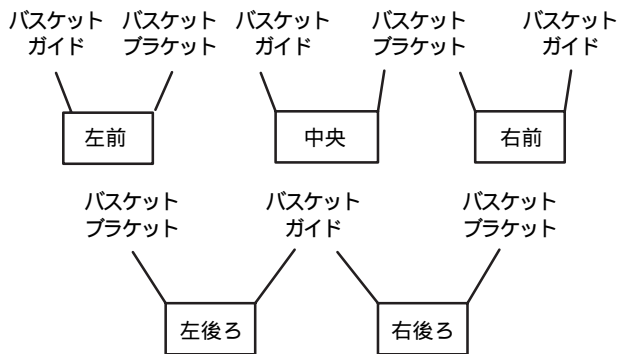
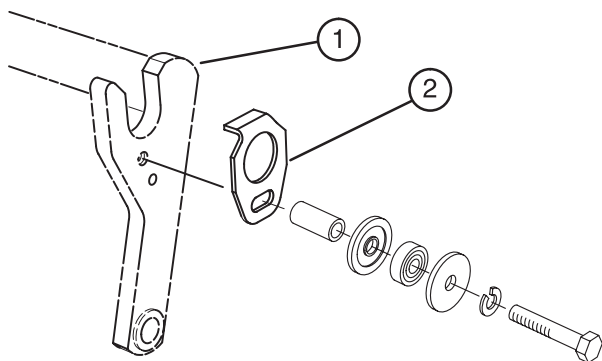
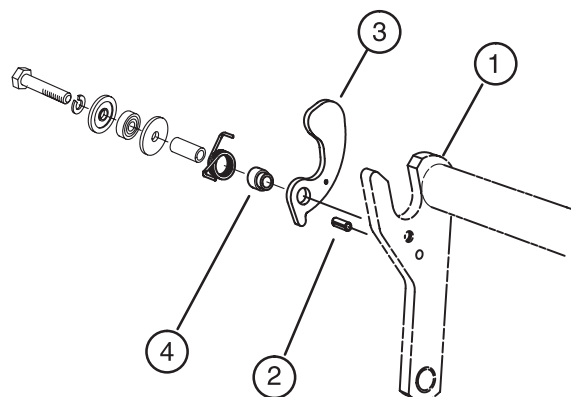
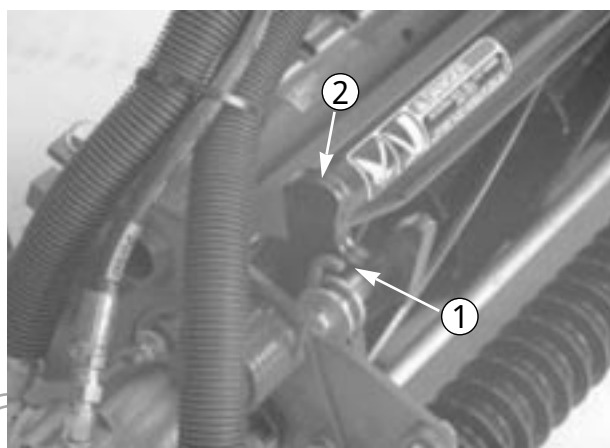

図 5
図 6
図 7
図 8
2. 図5を参考に集草箱用のガイドとブラケットの取り
3. 以下の工程では、ターフ補正キットをキャリアフレームの両端に固定している金具類を一旦外し、バスケット・ガイド（又はバスケット・ブラケット）を共締めする（図 6 & 7：カッティングユニット03506 または 03509 を使用している場合）。
4. バスケット・ガイド（図 6）をキャリアフレームに取り付ける（図 7）。取り付ける側を間違えないように注意する。手順 3 で取り外した 5/16 × 1-3/4 キャップスクリューとロックワッシャ又は平ワッシャを使用する（図 6 参照）。
5. 各カッティングユニットのキャリアフレーム（図 5）片側にロールピン（図 7）を取り付ける。
6. ロールピンを取り付けた側に、バスケット・ブラケットを取り付ける。手順 3 で取り外した 5/16 × 1-3/4 キャップスクリュー、ロックワッシャ、平ワッシャ、スプリング、カラーの取り付け順序は、図 7 を参考にする。スプリングは左右で形状が異なるので注意する。左用を 2 個、右用を 3 個使用している。図 8 のように、長い方の足が前を向くのが正しい取り付け方である。